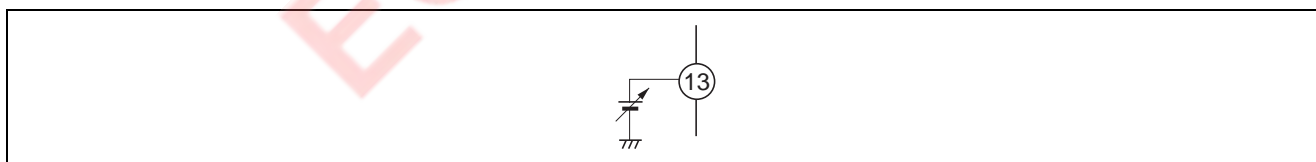

図 2
5. 図 2 のように 13 ピンへの電圧印加によって出力チャンネルをスイッチングすることができます。